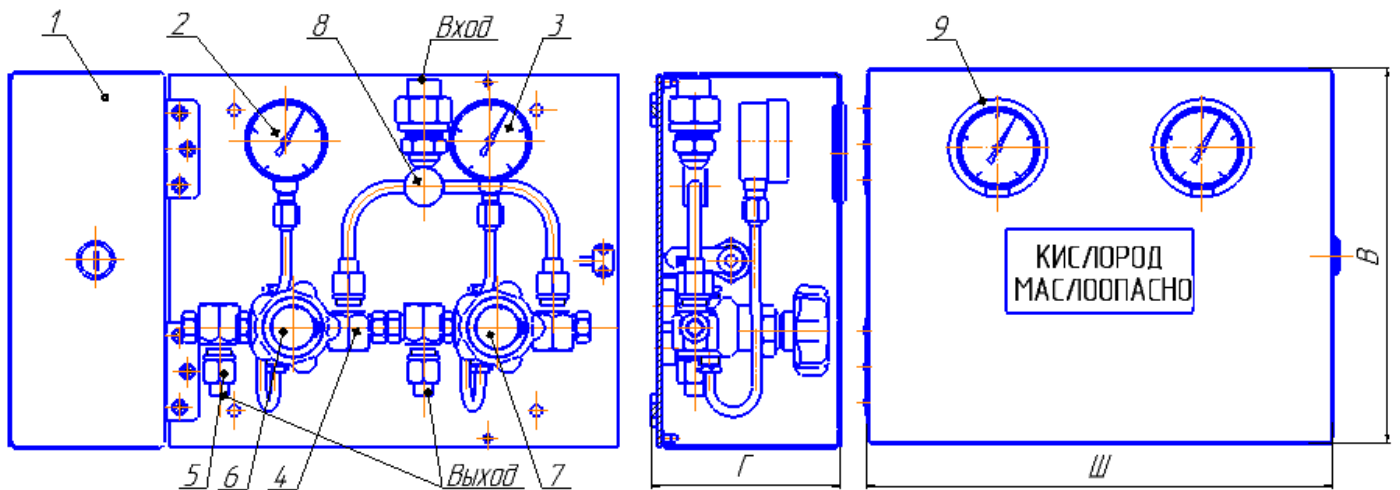

Рис.1 Поэтажная коробка ПК-4М(2x1)
4.1 Внешний вид коробки показан на рис.1